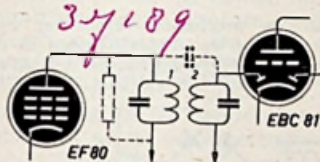

Fig. 8
18) Defecte m.f. transformator. (zie fig. 8). Spoel 1 onderbroken. Ook hier een weerstandje (5 kΩ) met koppelcondensatorje in anodeleiding i.p.v. de primaire van de m.f. transformator (zie gestippelde verbinding). Logisch is dat het toestel aanzienlijk minder selectief werd.